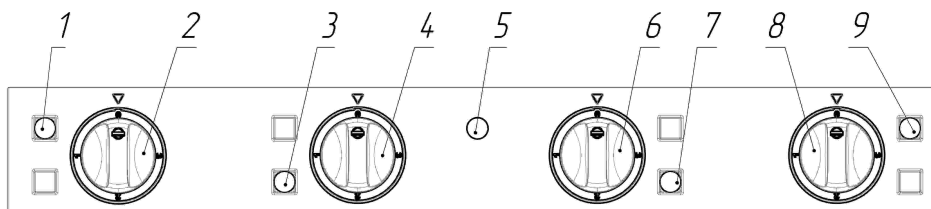

Рис. 3. Панель управления верхняя
3.9. Панель управления верхняя представлена на рис.3